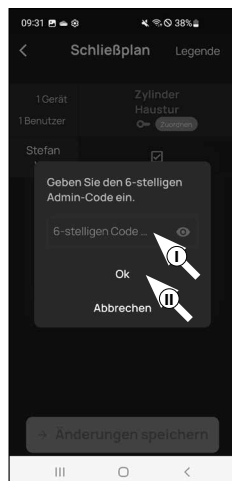

Fig. 5
- 6 Você será solicitado a verificar com seu código de administrador. Introduza-o e confirme com "OK" (Fig. 5).